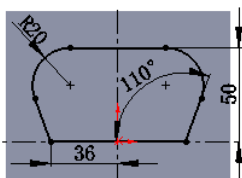
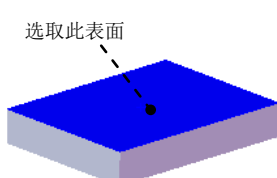

图 17.11.9 草图 1
图 17.11.10 定义草图平面
Step5. 绘制图 17.11.9 所示的草图 1。草图平面为图 17.11.10 所示的模型表面。